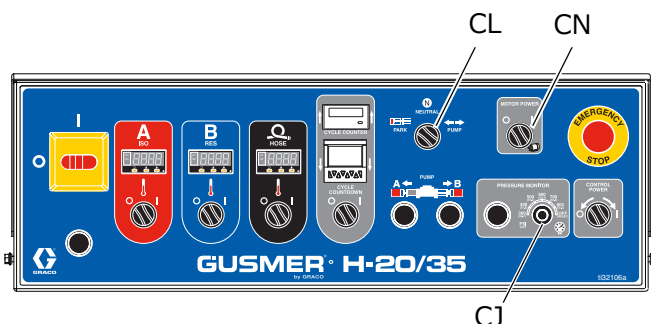

図 39
9. 圧力モニターノブ (CJ) を OFF にします。図 39 を参照してください。
10. モーター電源スイッチ (CN) をONにして油圧モーターを始動させます。次にポンプ制御スイッチ (CL) を PUMP にします。